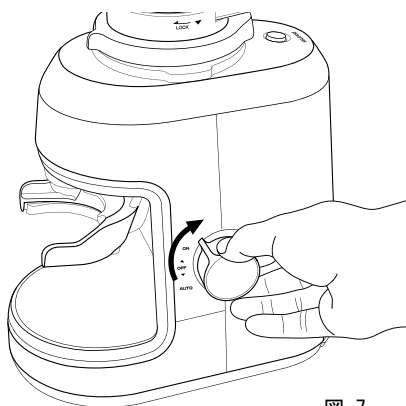

図. 7
11. 操作ダイヤルを「ON」の位置にあわせると、グラインダーは連続的にコーヒー豆を挽き始めます。(図. 7参照)